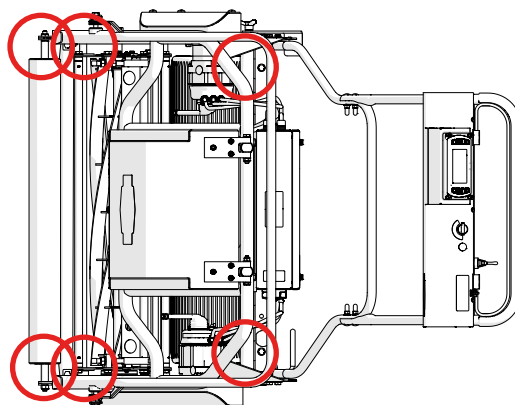

Fig.24. Punkty mocowania do transportu.
- Przymocować maszynę do podłogi/palety pasami mocującymi o odpowiedniej nośności. Punkty mocowania przedstawiono na Rys. 24.